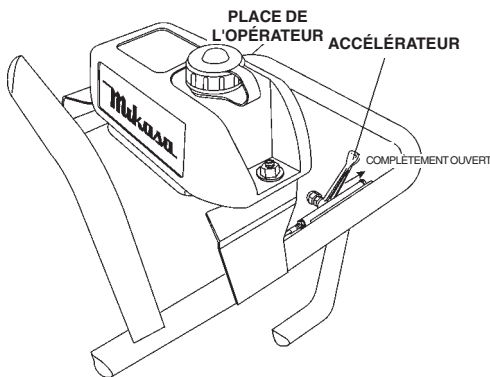

Figure 9. Accélérateur (position complètement ouvert)
1. Pour commencer le damage, déplacer **rapidement** l'accélérateur (figure 9) de la position de **RALENTI** (fermé) à la position **COMPLÈTEMENT OUVERT**. **NE PAS** déplacer la manette lentement, car cela pourrait endommager l'embrayage ou le ressort.